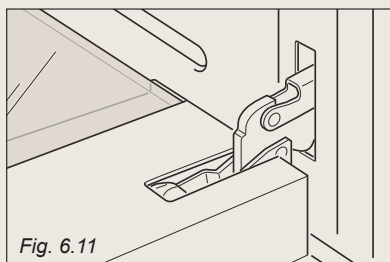

Fig. 6.11
- * Ouvrez la porte à fond (fig. 6.11).